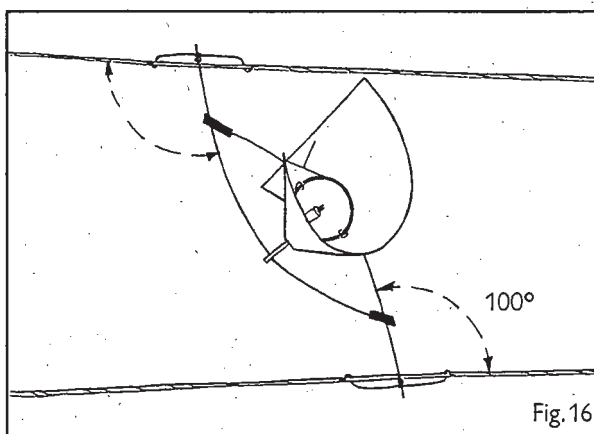

Fig. 16
1. Gli elementi di illuminazione (vedi sopra le istruzioni per l'assemblaggio) devono essere fissati una parte al cavo inferiore e l'altra a scelta a uno dei due cavi superiori. Fissate l'elemento al cavo nel modo illustrato nella fig. 16, cioè in modo che l'astina a contatto con il cavo formi un angolo di circa 100° e i fermagli di sicurezza siano praticamente paralleli ai cavi. Altrimenti non riuscirete a innestare i fermagli di sicurezza sui cavi.